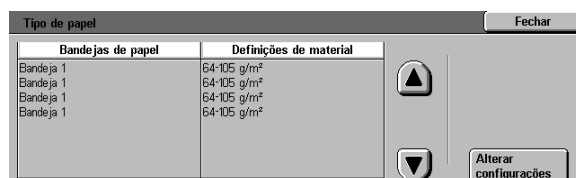

Figura 7: tela Tipo de papel
- 2 Toque no ícone **Tipo de papel** para exibir a tela Tipo de papel, conforme ilustrado na Figura 7.